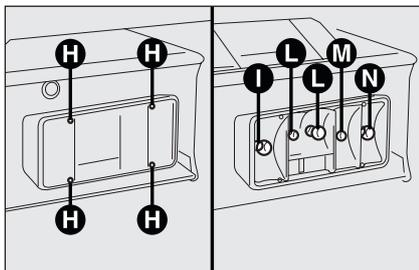

fig. 30a
- dévisser les quatre vis H-fig. 30a et remplacer les ampoules: